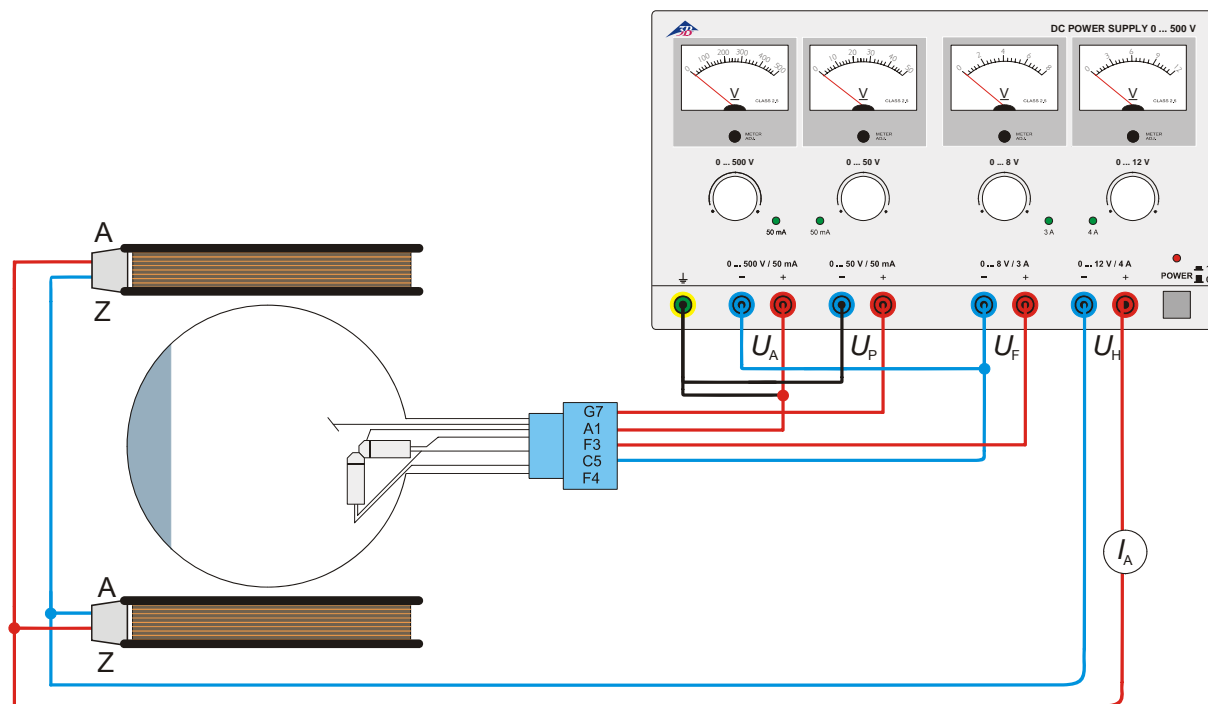

Fig. 4 Determinación de e/m por medio del cañon de electrones axial
- Realice el cableado del tubo de acuerdo con la Fig. 4.